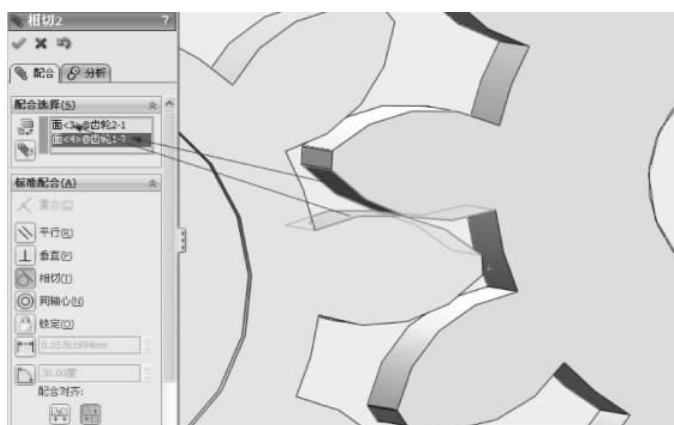

图 3-86 添加相切配合
(9) 为中间齿轮和右侧齿轮之间添加同样类型的相切配合, 使得两个齿轮上相对应的齿面之间相切, 如图 3-86 所示。